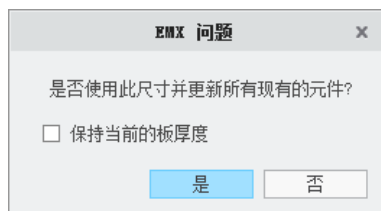

图 31.43 “EMX 问题”对话框
Step4. 更改模架尺寸。在“模架定义”对话框右上角的 **尺寸** 下拉列表中选择 **296x346**，此时系统弹出图 31.43 所示的“EMX 问题”对话框，然后单击 **是** 按钮。系统经过计算后，标准模架会加载到绘图区中，如图 31.44 所示。